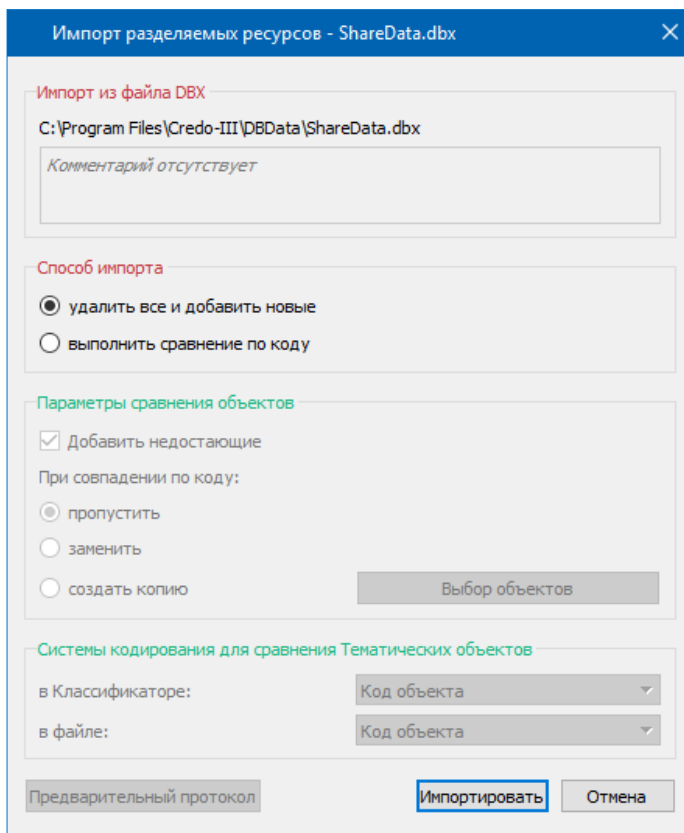

Рис. 2.4
- После чтения файла DBX открывается диалоговое окно **Импорт разделяемых ресурсов** (рис. 2.4), в котором нужно выбрать способ импорта **Удалить все и добавить новые** и нажать кнопку **Импортировать**.
Для выполнения экспорта служит команда **Данные/ Экспорт разделяемых ресурсов** первоначального меню системы (рис. 2.4).
Для выполнения импорта служит команда **Данные/ Импорт разделяемых ресурсов** первоначального меню системы (рис. 2.4).